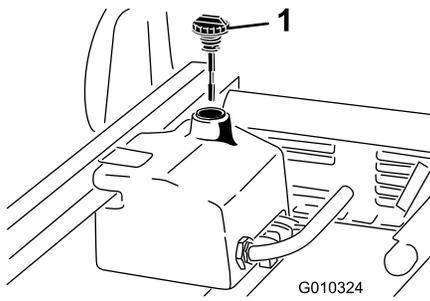

图21
1. 清洁液压油箱加油颈和油箱盖周围的区域(图21)。
3. 从加油颈中取出量油尺 图21 用干净的抹布擦拭。